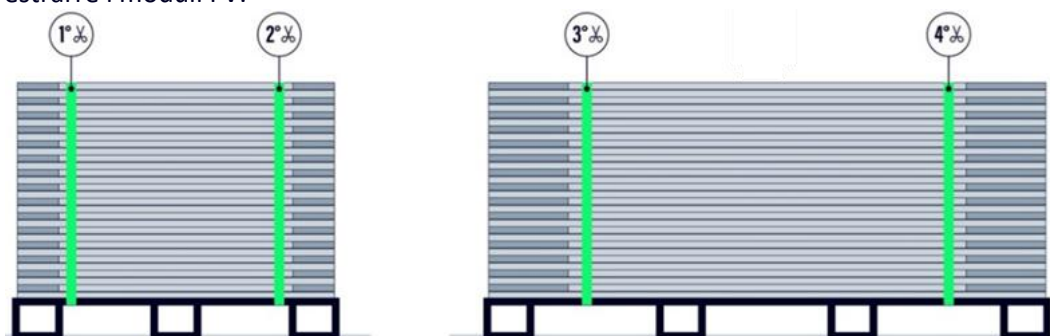

Figura 23: ordine di rimozione delle cinghie interne della scatola.
- c) Tagliare le quattro cinghie interne (Figura 23).